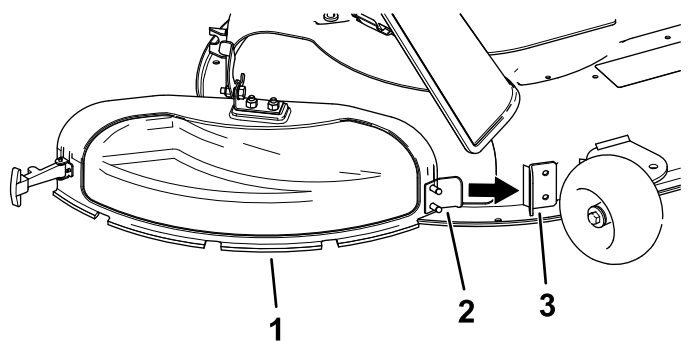

Figura 13
3. Introduzca la pestaña metálica de la tapa de descarga en la ranura del soporte que está soldado a la carcasa de corte (Figura 13).